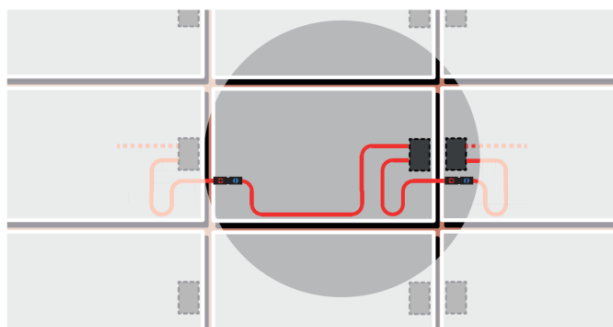

Fig. 2 Câblage en U sur la boîte de jonction en cas de montage horizontal
- Dans le cas d'un montage des modules en paysage, tirez les câbles qui sortent de la boîte de jonction en faisant un U (reportez-vous à la fig. 2 ci-dessous).